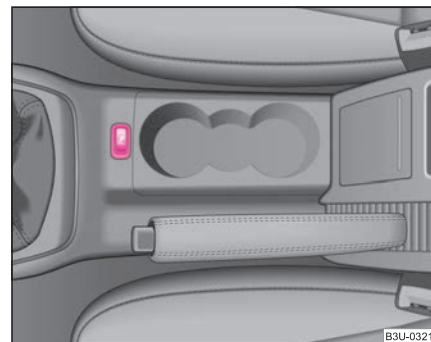

Fig. 120 Activación del aparcamiento asistido
El aparcamiento asistido se activa, estando conectado el encendido, acoplando la **marcha atrás** o pulsando la tecla ⇒ página 132, fig. 120 - en la tecla se enciende el símbolo **P**. La activación se confirma al emitirse un breve sonido.
El aparcamiento asistido se desactiva pulsando la tecla **P** ⇒ página 132, fig. 120 o yendo a una velocidad superior a 15 km/h - el símbolo **P** en la tecla se apaga.
- Si tras la activación del sistema se emite un sonido de aviso durante 3 segundos y en la proximidad del vehículo no se encuentra obstáculo alguno, existirá una avería del sistema. La avería se señaliza adicionalmente mediante el parpadeo del símbolo **P** en la tecla ⇒ página 132, fig. 120. Acuda a un servicio oficial para que solucione la avería.